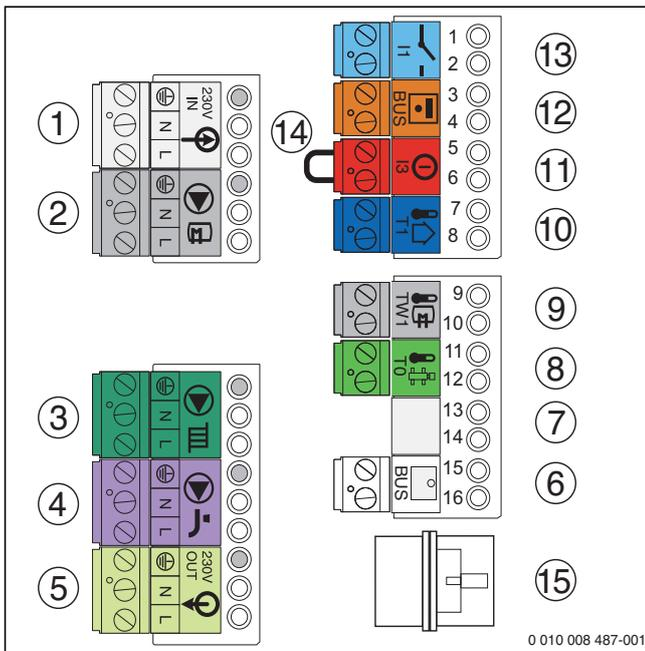

Bild 28 Klemmleisten
- ▶ Ein-/Aus-Raumtemperaturregler auf Anschlussklemme [13] (→ Bild 28) anschließen.
- ▶ Regelgerät auf Anschlussklemme [6] (→ Bild 28) anschließen. Hierzu ein 2-adriges Stromkabel von 0,4 bis 0,75 mm² verwenden.
- ▶ Brücke auf Anschlussklemme [14] (→ Bild 28) entfernen.
- ▶ Außentemperaturfühler auf Anschlussklemme [10] (→ Bild 28) anschließen.
- ▶ Speichertemperaturfühler auf Anschlussklemme [9] (→ Bild 28) anschließen.
- ▶ Heizungspumpe auf Anschlussklemme [3] (→ Bild 28) anschließen.
- ▶ Zirkulationspumpe auf Anschlussklemme [4] (→ Bild 28) anschließen.
- ▶ Speicherladepumpe/externes 3-Wege-Ventil (230 V) auf Anschlussklemme [2] (→ Bild 28) anschließen.
- ▶ Externes 3-Wege-Ventil an der Anschlussklemme [2] (→ Bild 28) anschließen.